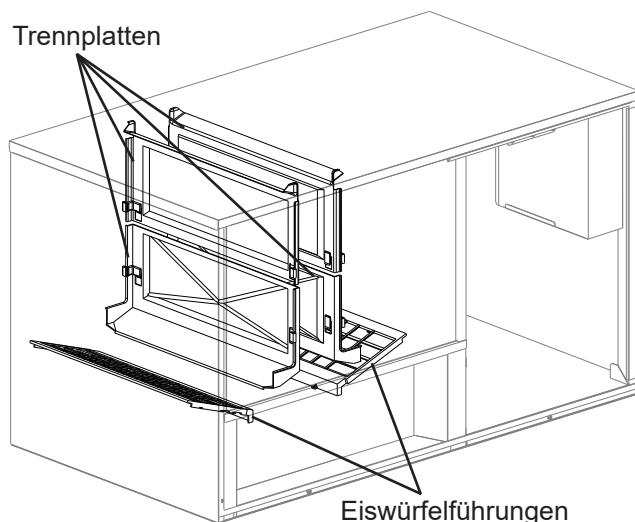

Abb. 9
- 4) Wurden die Versandverpackungen, Klebebänder und anderen Verpackungsmaterialien vom Eisbereiter entfernt? Befinden sich die Eiszuführungen in den richtigen Positionen? Siehe Abb. 9. Sind die Trennplatten zwischen den Verdampferaggregaten richtig an ihren Halterungsklemmen angebracht?